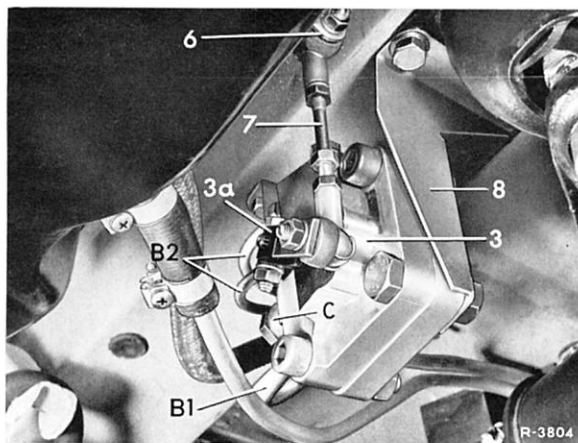

Bild 32-8/1
2 Bei Fahrzeugen mit Niveau-Regulierung Verbindungsstange (7) für den Niveauregler (3) vom Hebel (6) am Drehstab trennen (Bild 32-8/1).